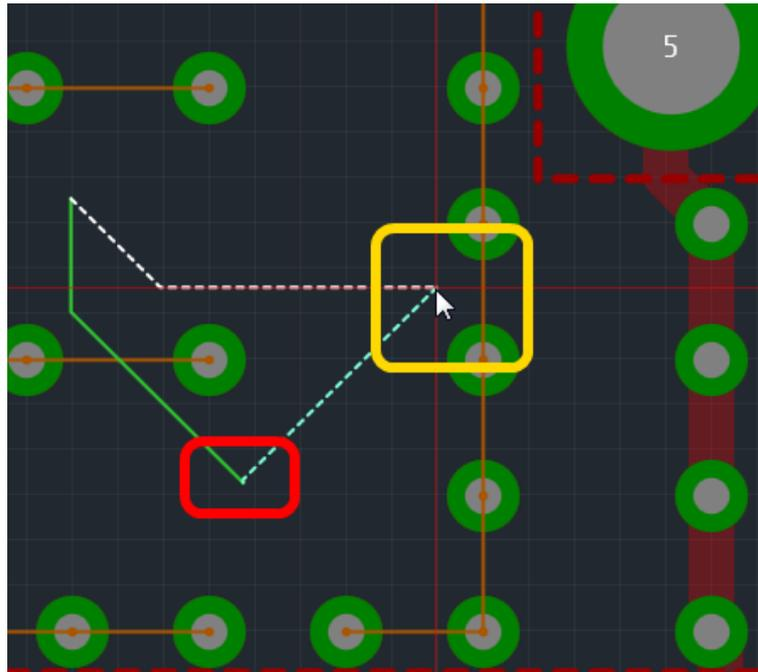

Рис. 118. Третья точка в границе области металлизации
5. Переместить курсор в следующую точку границы области металлизации. При этом начальная точка и текущая точка будут соединены линией, см. Рис. 118.